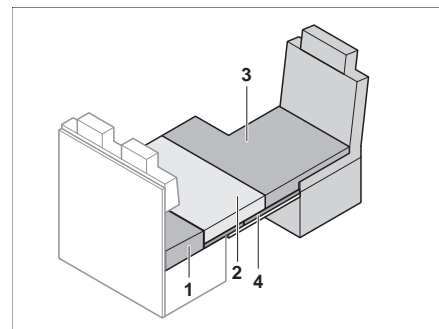

Fig. 146 Después de la transformación
- Poner el cojín adicional (Fig. 146,3) sobre el asiento del conductor.
- Poner el cojín del asiento (Fig. 146,2) en el apoyo de cama de reserva.